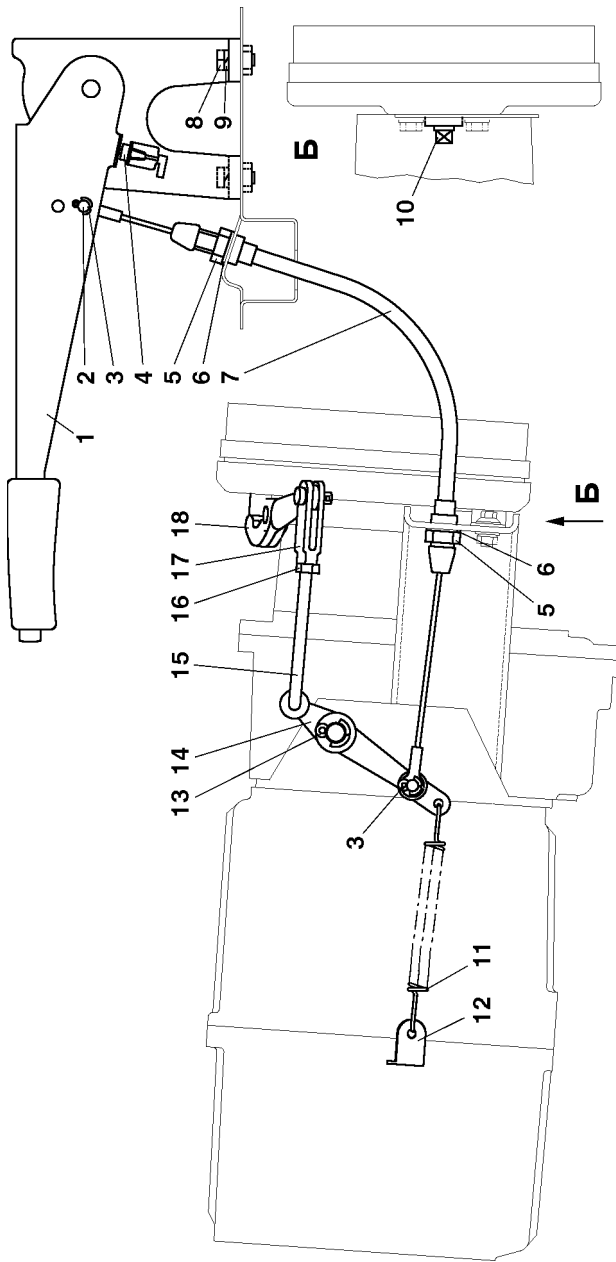

Рис. 9.60. Привод стояночного тормоза:
2. Переместите рычаг стояночного тормоза 1 (рис. 9.60) в крайнее нижнее положение.